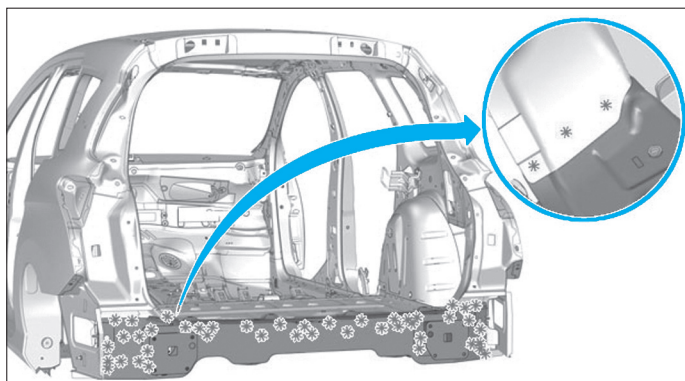

FIG. 199
- Fraiser les points de soudure (Fig.199).